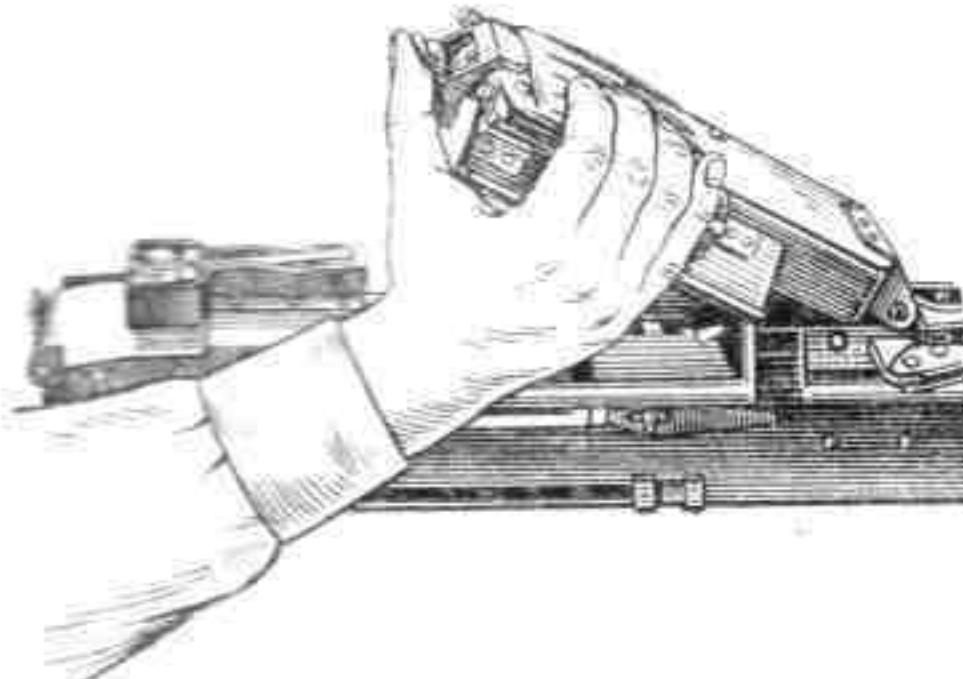

Рис. 3. Открывание крышки приемника
- 2) Открыть крышку приемника. Отжать вверх флагок защелки, открыть крышку и поднять ее вверх до отказа (рис. 3).